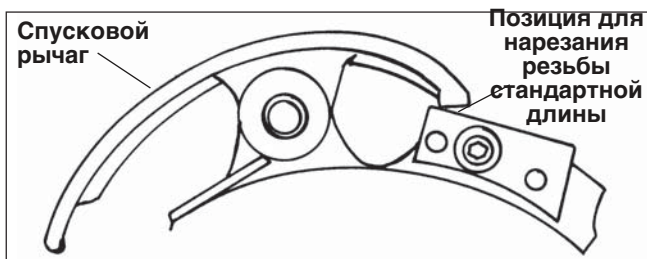

Рисунок 22 – Положения спускового рычага и фиксирующей пластины для нарезания резьбы стандартной длины
6. Нажмите на спусковой рычаг, чтобы он встал на верхнюю часть фиксирующей пластины, и начните нарезать нормальную резьбу с помощью маховика суппорта. (Рисунок 22).